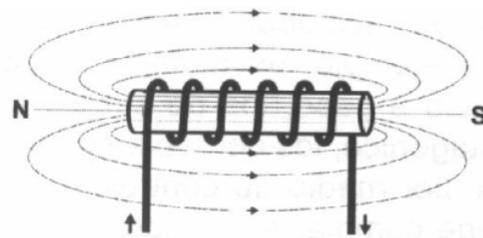

Figura 1
A) **Solenoides y resorte antagónico:** Es un conductor eléctrico arrollado, que conduce una corriente eléctrica la cual produce un campo magnético como lo muestra **figura 1**.